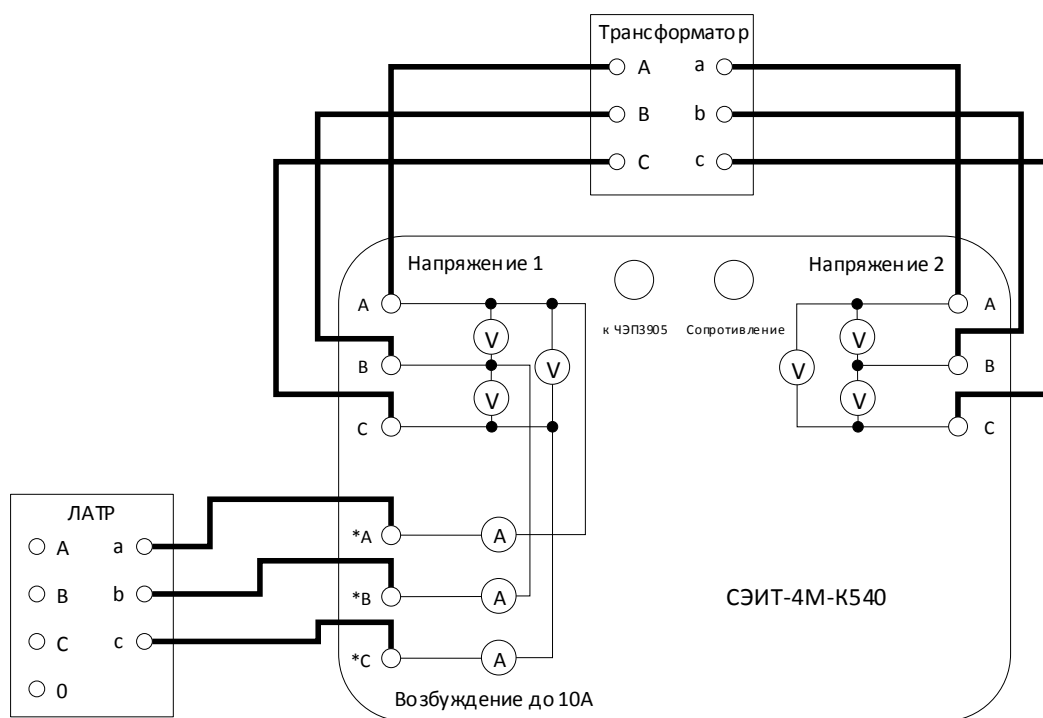

Рис. 7. Схема соединений для трехфазного измерения коэффициента трансформации.
5.2.1. Для измерения коэффициента трансформации и определения группы соединения обмоток трехфазного трансформатора необходимо собрать измерительную схему, представленную на рис. 7.